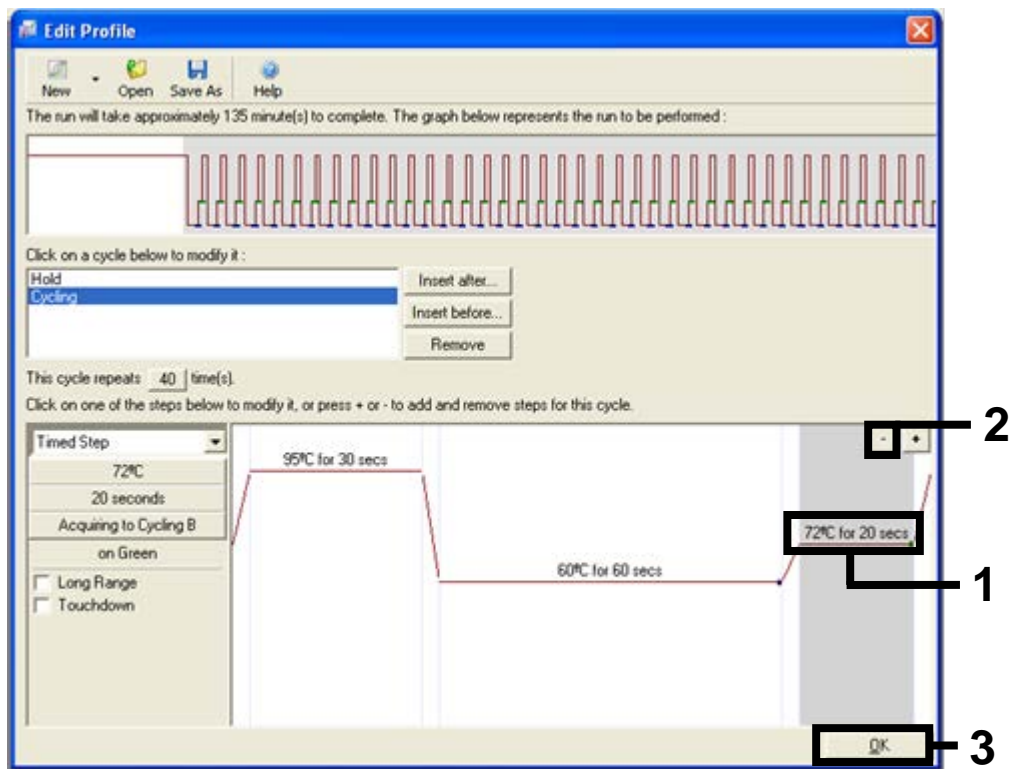

Abbildung 29. Entfernen des Erweiterungsschrittes [1 = dritter Schritt, 2 = Schaltfläche „Delete“ (Löschen), 3 = Schaltfläche „OK“]
11. Markieren Sie den dritten Schritt und löschen Sie diesen, indem Sie auf die Schaltfläche „-“ klicken. Klicken Sie auf „OK“ (siehe Abbildung 29).